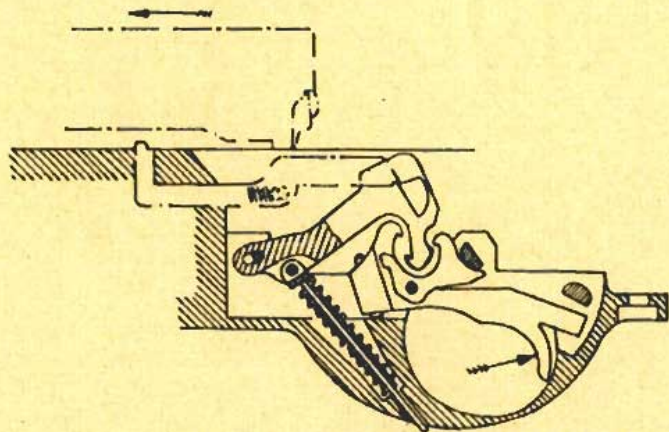

Fig. No 59 - LA GÂCHETTE AUXILIAIRE EST CALÉE PAR L'AXE DU LEVIER DE TIR. ACTION DE LA GÂCHETTE D'AUTOMATICITÉ SUR LA TÊTE DU CHIEN.
- a. Le levier de tir est placé sur le repère «A» du pontet de sous-garde. L'axe du levier de tir cale la gâchette auxiliaire qui, de ce fait, est neutralisée (voir fig. No 59).
- b. D'autre part, pendant l'action du doigt sur la détente, le chien n'est pas accroché par la gâchette principale (voir fig. No 59). **LE CHIEN EST DONC LIBÉRÉ DU GROUPE DE DÉTENTE.**
- c. Pendant le temps d'ouverture, la glissière, au cours de son recul, pousse le chien qui pivote autour de son axe en comprimant ses ressorts. L'extrémité de la gâchette d'automatisme s'engage dans une rainure pratiquée dans la tête du chien le retenant en position d'armé. (voir fig. No 59).